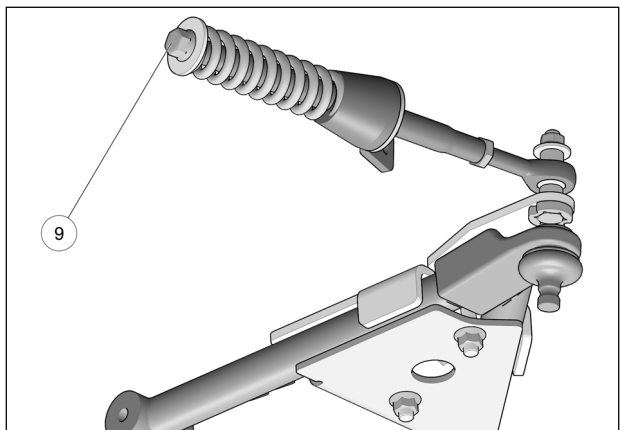

Fig. 15
8. Vérifier que le boulon du ressort (6) est serré au couple recommandé: 75 N•m [55 lb•pi]. Fig. 15